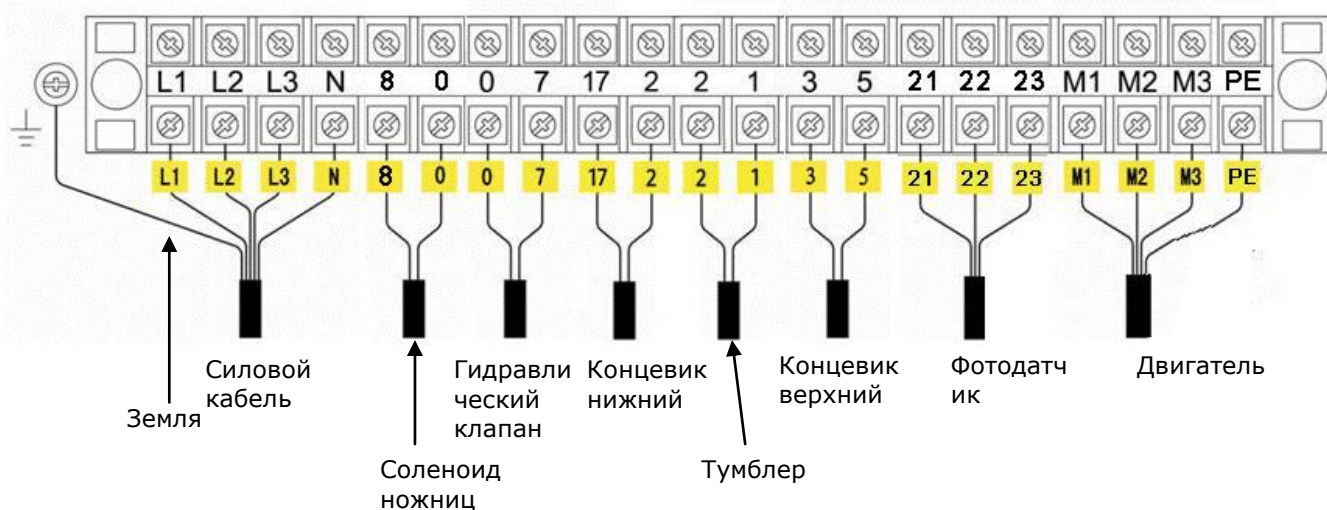

Рис. 27
2.1 Подключите проводку и концевик к колодке (См. рис. 27).